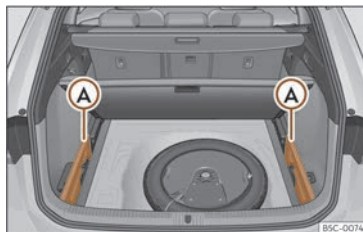

Fig. 185 Dans le coffre à bagages : logement pour ranger la plage enroulable.
- Retirez les caches gauche et droit >>> **fig. 185 (A)**.